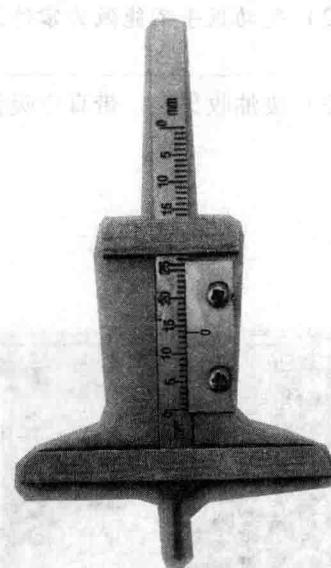

图 2-13 轮胎沟槽深度尺
(5) 轮胎沟槽深度尺 用来测量轮胎沟槽深度，如图 2-13 所示。